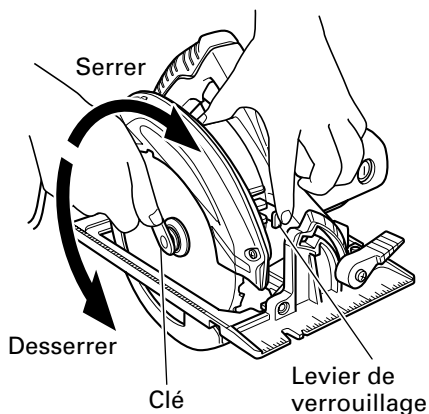
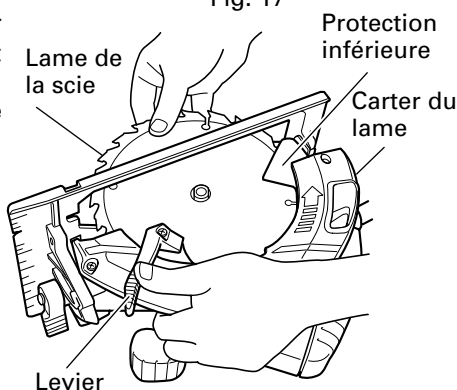

Fig. 17
Fig. 18
- (1) Régler le volume de coupe au maximum, et placer la scie circulaire comme indiqué à la Fig. 17.
- (2) Appuyer sur le levier de verrouillage, verrouiller l'arbre, et retirer le boulon à bride hexagonale et la rondelle (B) à l'aide de la clé.
- (3) Tout en tenant le levier pour maintenir la protection inférieure complètement rentrée dans le carter de lame, retirer la lame de scie. (Fig. 18)